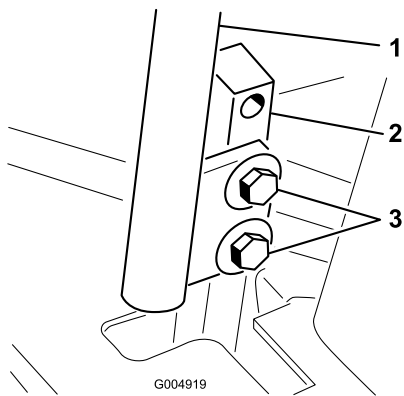

図 67
3. コントロール・レバーを固定しているボルトをゆるめる(図 67)。